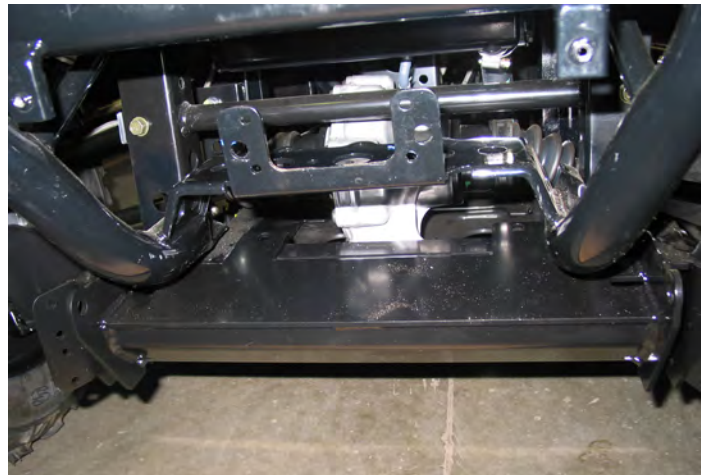

Figure 7
- Vous reviendrez à la plaque de support plus tard au cours de ces instructions. Prenez le support de montage de lame avant et faites-le glisser sur la partie transversale avant du cadre, sous la plaque de montage du treuil. Vous devez tirer vers le bas la partie avant de la plaque de protection inférieure pour éviter toute interférence. Illustré à la figure 7.